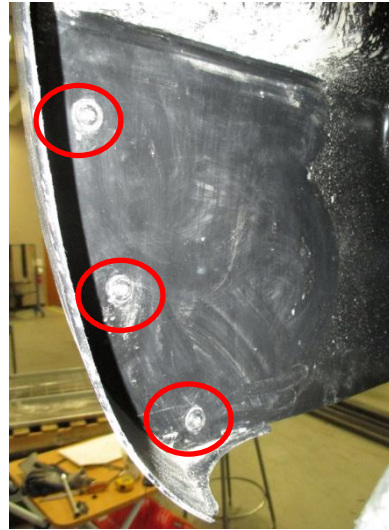

Figura 2
- Retire los tapones de goma de los orificios de fijación, uno al final del larguero del bastidor y dos en el exterior del larguero del bastidor al frente del colgante del escape, ver la **Figura 2**. **NOTA:** para vehículos con ganchos de remolque existentes, retire los pernos M14 existentes de los orificios de fijación. Conserve para reinstalación. **Omita el paso 3.**
- Usar una llave de 13 mm para retirar (1) perno del soporte del colgante del escape en cada lado, ver la **Figura 2**. Raspe los largueros del bastidor para eliminar cualquier masilla cerca de los orificios de fijación, ver la **Figura 3**.
4. Usar una llave de 13 mm para retirar (1) perno del soporte del colgante del escape en cada lado, ver la **Figura 2**. Raspe los largueros del bastidor para eliminar cualquier masilla cerca de los orificios de fijación, ver la **Figura 3**.